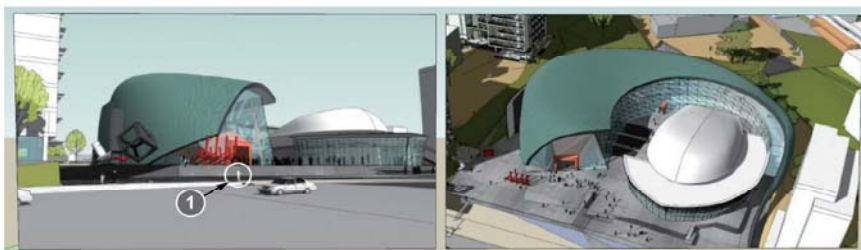

图 2.4.4 并排放置的图片与其上的参照物
(1) 把两幅参考图片“拉入” SketchUp 工作窗口，调整到一样大小，如图 2.4.4 所示，这里假设两幅图片有相同的比例。应注意图 2.4.4 ①处有个白色的人形，可以用此人形的身高来作参照尺寸。